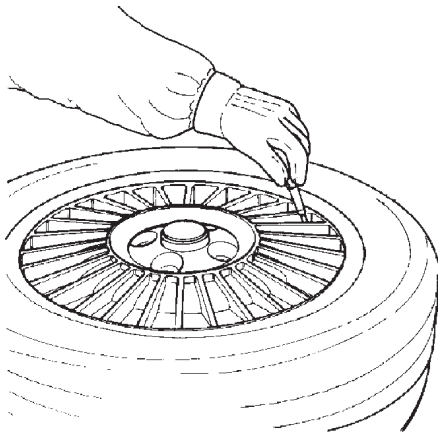

Fig. 4.1-1
A. Enlever toutes les masses des bords de la jante. Enlever la vanne et dégonfler le pneu (Fig.4.1-1).